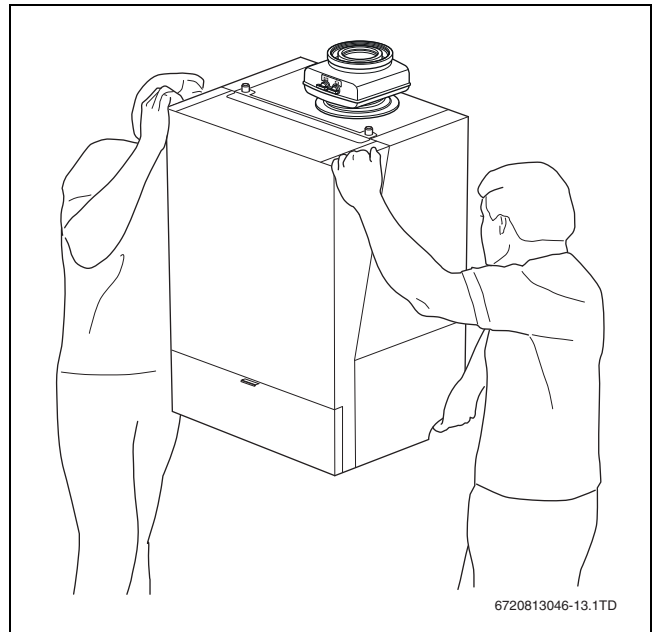

Bild 12 Ordnungsgemäßes Heben und Tragen des Geräts
- ▶ Gerät nur an den Seiten anfassen und nicht am Bedienfeld oder am Abgasrohranschluss (→ Bild 12).